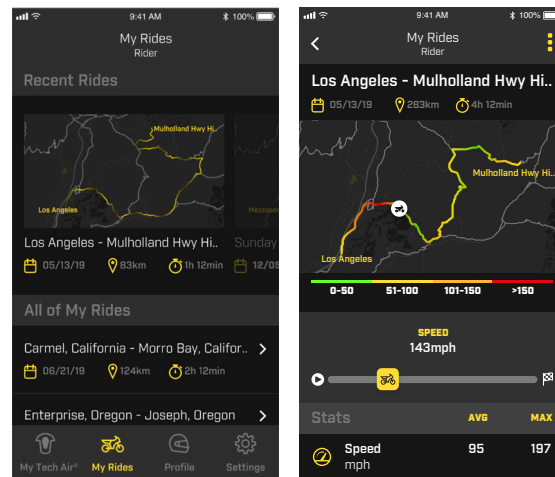

Figuur 16
Tijdens het rijden is de "Systeem ingeschakeld"-modus actief, en daarom heeft de gebruiker om veiligheidsredenen geen toegang tot de meeste app-functies. In geval het Systeem door de gebruiker moet worden uitgeschakeld, zoals tijdens een zware offroad-rijssessie, kan het systeem worden uitgeschakeld met behulp van het dia-pictogram op de app (zoals weergegeven in Figuur 16). Trek voor de reactivering de activeringsgordel (4), open en doe hem weer dicht.
Bij een activatie zal de app de relevante status tonen met de tekst SYSTEEM GEACTIVEERD zoals afgebeeld in Figuur 16.